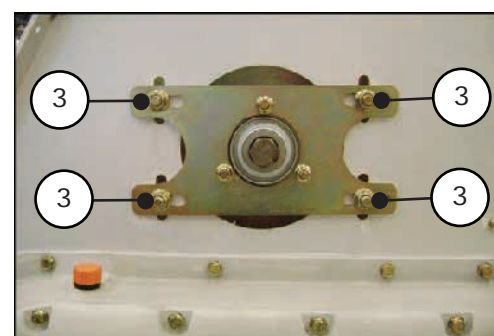

Figura 03
a) Solte as 4 porcas (item 3) figura 03 em ambos os lados da Plataforma;